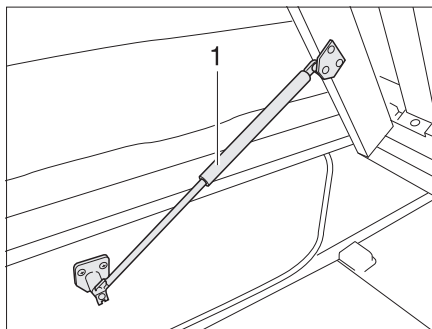

Bild 170 Fast säng
- Lyft ribbotten. Gasfjädrarna (Bild 170,1) håller kvar ribbotten i öppet läge.